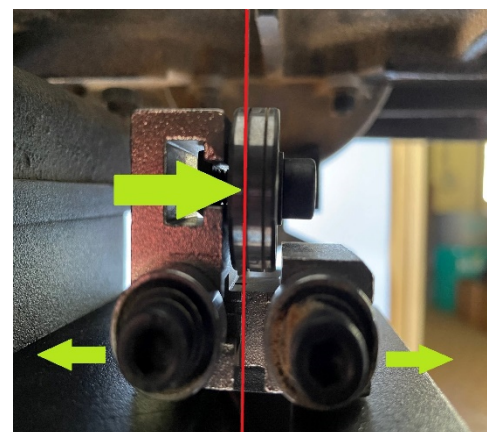

Figure 7
- Ecarter les deux roulements latéraux du guide lame (Fig7)
Le ruban de chantournage sera guidé par la rainure de gauche. (Fig 7)